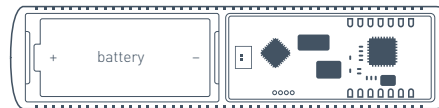

Рис. 5. Вид датчика со снятой верхней крышкой
6.3 Своевременно заменяйте батарею питания на новую. При разряде батареи датчик передает соответствующий сигнал на центральный блок сигнализации. Когда батарея разряжена, при каждой сработке, в том числе по тамперу, датчик кроме обычной индикации осуществляет включение и плавное гашение светодиода. Для смены батареи подденьте защелку «1» (Рис. 3) и снимите верхнюю крышку датчика. Замените батарею «battery» (Рис. 5) на новую, типа CR123A.